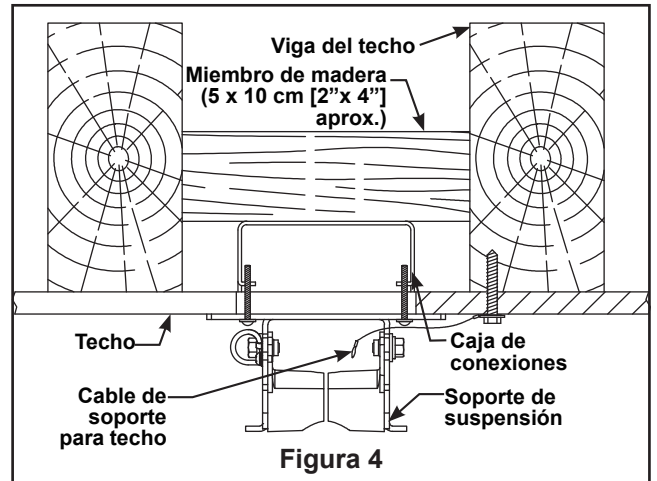

Figura 4
- 2. Fijación del Cable de Soporte para Techo (Figura 4):** Taladre un orificio guía de 0,6 cm (1/4") a través de la viga de techo o el miembro estructural. Fije firmemente el cable de soporte para techo con el tornillo de cabeza cuadrada de 3/8" x 2" y la arandela plana.
NOTA: el cable de soporte para techo se debe asegurar directamente a la viga de techo o miembro estructural, entre la arandela plana y la caja de conexiones, con un tornillo de cabeza cuadrada de 2" (Figura 4).
- 3. Sujeción del Soporte de Suspensión:** Fije bien la abrazadera para colgar a la caja de salida con los tornillos y las arandelas provistas con la ventilador de techo. (Figura 4)